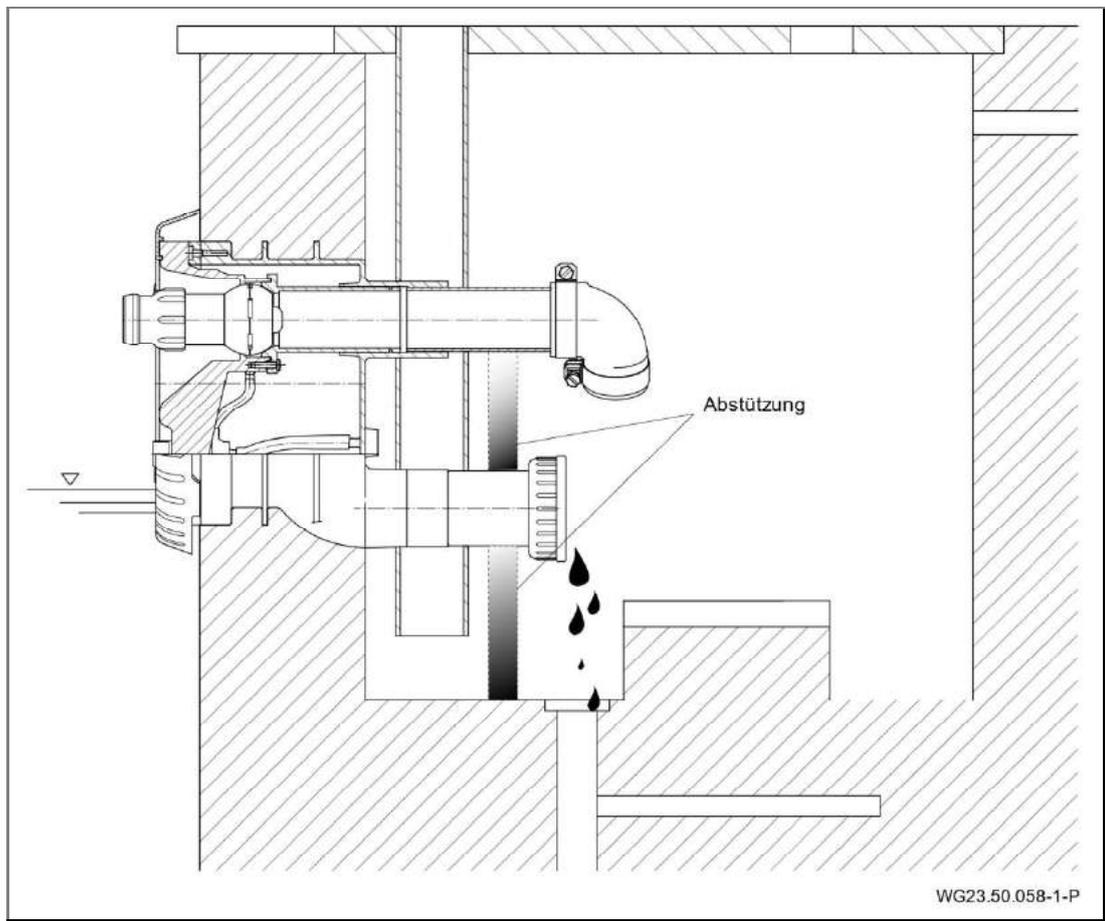

Abb. 22
- 3. Saug- und Druckleitung durch Abstützung entlasten. Siehe "Abb. 22" auf Seite 40.